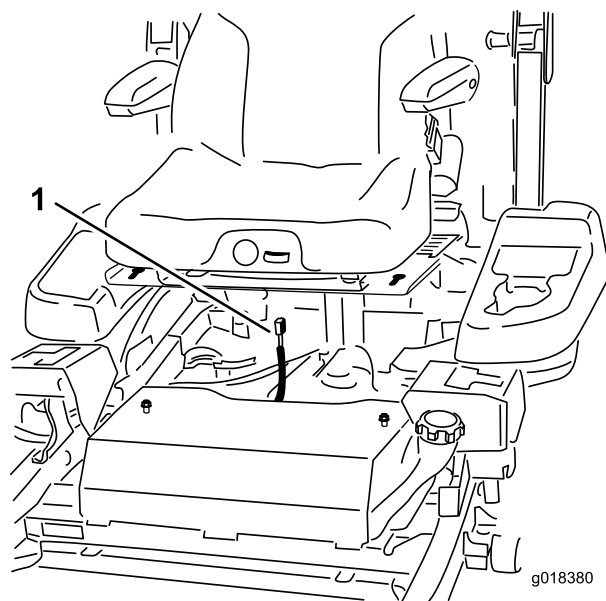

Figura 68
9. Desenchufe el conector del arnés del interruptor del asiento, situado debajo del asiento (Figura 68).